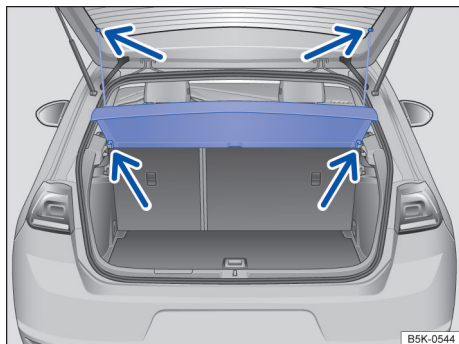

Fig. 152 No compartimento de bagagem: desinstalar e instalar a cobertura.
- Desengate as cintas de fixação da tampa do compartimento de bagagem → Fig. 152 (setas superiores).
- Desengate a cobertura dos suportes laterais ao puxá-la para cima → Fig. 152 (setas inferiores).
- Encaixe a cobertura do compartimento de bagagem desde cima → Fig. 152 (setas inferiores).
- Engate as cintas de fixação na tampa do compartimento de bagagem → Fig. 152 (setas superiores).